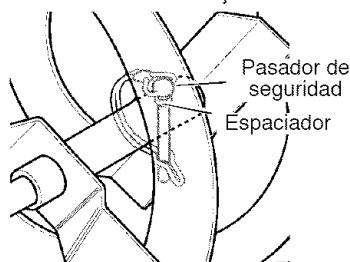

Figura 74
3. Alinee el agujero de la barrena con el agujero del eje de la barrena. Instale el nuevo **pasador de seguridad y espaciador**. Figura 74.